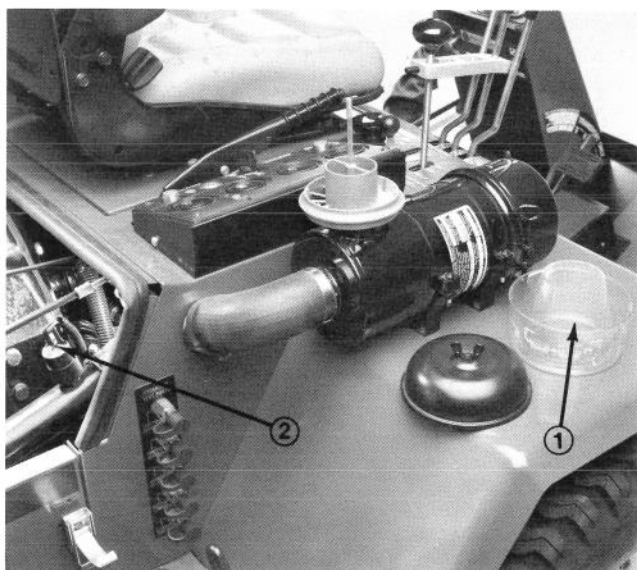

Bild 32
1. **Wartung – Vorreinigerschale (Bild 32)** – Die Vorreinigerschale täglich reinigen. Bei äußerst staubigen oder schmutzigen Bedingungen häufiger inspizieren. Keine Staubablagerungen über der Markierung in der Vorreinigerschale zulassen.